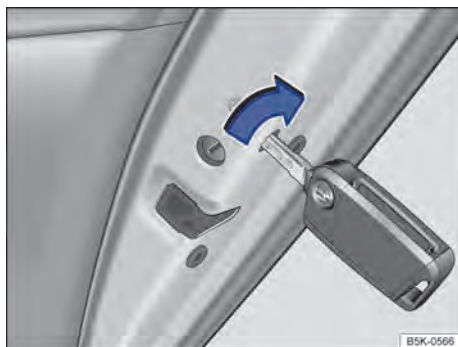

Fig. 55 Travamento de emergência do veículo com a chave do veículo.
- Inserir a haste da chave na fenda → Fig. 55 e girar.